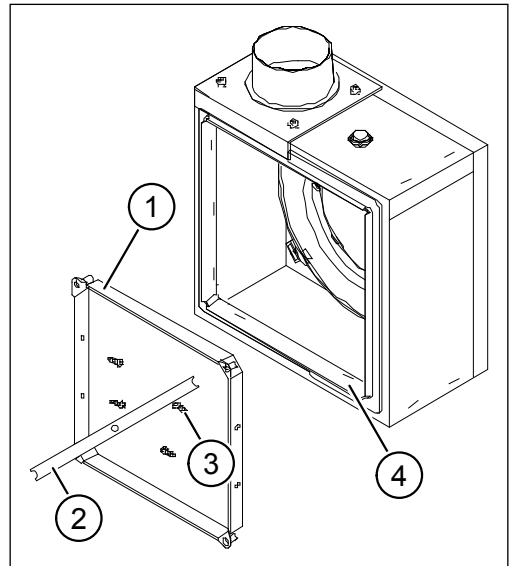

Abb. 22: Bewegungsmelder nachrüsten
- ▶ Befestigen Sie den Umrüstrahmen (Pos. 1 in Abb. 22) und die Halteschiene (Pos. 2 in Abb. 22 auf
Seite 32) für den Filterträger mit den mitgelieferten Schrauben (Pos. 3 in Abb. 22 auf Seite 32) am Gehäuse (Pos. 4 in Abb. 22 auf Seite 32).